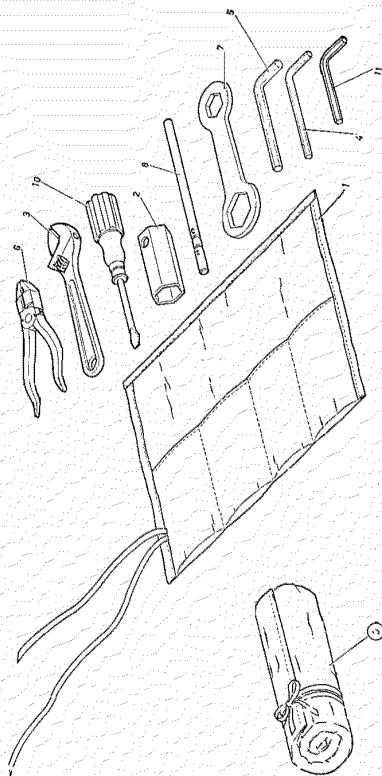

Fig. 11. — Equipo de herramientas.
9. Equipo completo dispuesto para su colocación en la Caja de Herramientas. Véase la fig. 11 de la página siguiente.